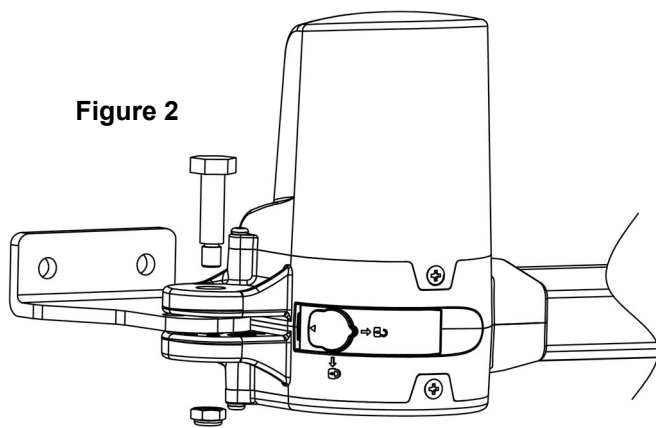

Figure 2
3. Positionnez le moteur sur l'étrier arrière et fixer la goupille (**figure 2**).
2. Utilisez 1 tournevis pour percer les trous pré-perçés placés en dessous du boîtier électronique (**figure 2**).